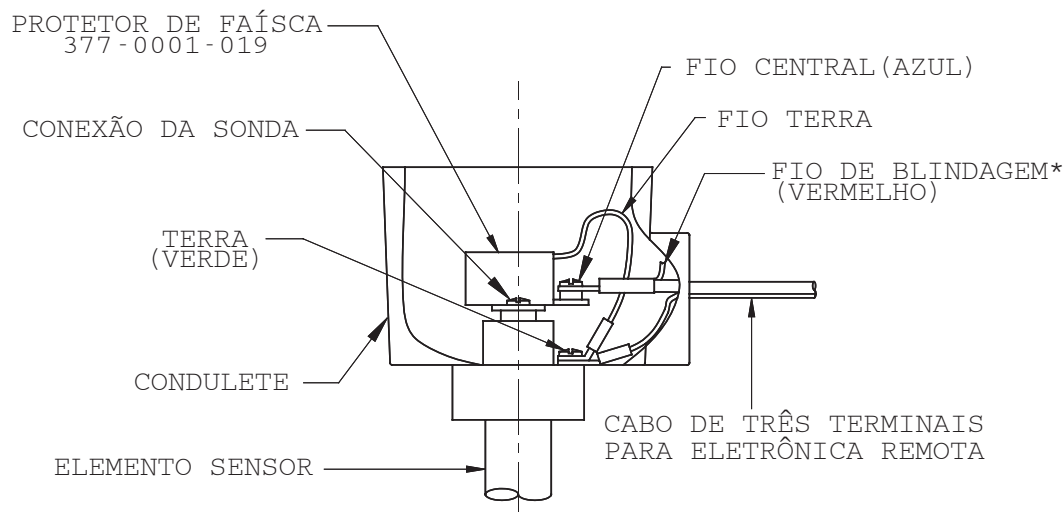

Figura 2-9
- D. Conecte o fio central do cabo coaxial (cw) ao protetor de faíscas e o fio terra (gnd) ao parafuso de aterramento, conforme mostrado na **Figura 2-9**.